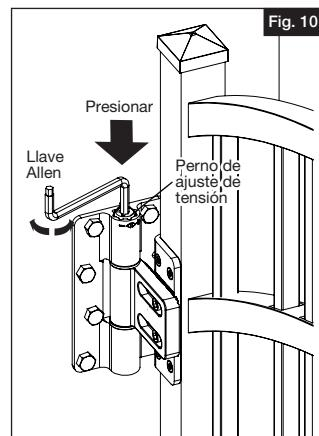

Fig. 10
- a.) Colocar la llave Allen incluida en la cabeza del perno de ajuste de tensión en la bisagra. La cabeza está en el extremo más cercano al símbolo "+" o "-" en el barril de la bisagra (Fig. 10).
- b.) Siguiendo los indicadores en el símbolo de "+" o "-" en el barril de la bisagra, presionar el perno de ajuste de tensión hacia abajo y girarlo un cuarto de vuelta hacia el signo de "+" para apretar o hacia el signo de "-" para aflojar hasta que esté satisfecho (Fig. 10).